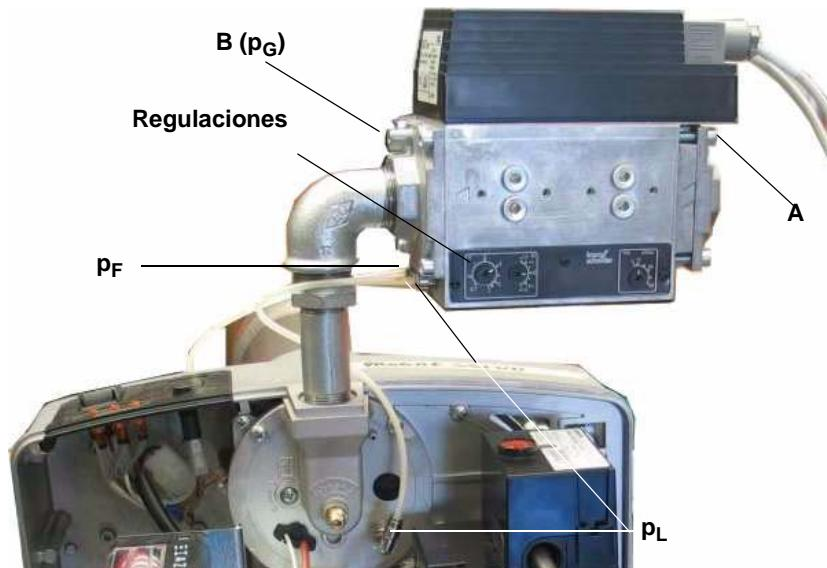
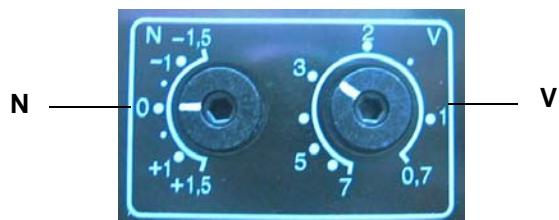

Fig. 19
Fig. 20
Relación de multiplicación **V** (ver figura Fig. 19 - Fig. 20):
- 1 Arrancar el quemador a baja llama: si el quemador no entra en servicio, girar en **N** un poco en sentido + y repetir el arranque (vedi Fig. 20). Medir la presión de gas **p_G** en **B** (Fig. 19).
- 2 Medir la presión de aire **p_L** (Fig. 19) en el quemador y ajustar en **N** la presión de gas (Fig. 20)
- 3 Poner el quemador en llama alta, a ser posible escalonadamente, y ajustar en **V** la presión de gas (Fig. 20) in base alla potenza della caldaia.
- 2 Efectuar un análisis de los gases producto de la combustión y ajustar en **N** (Fig. 20) la presión de gas a los valores de análisis deseados.
- 3 Poner a plena carga el quemador y ajustar en **V** (Fig. 20) la presión de gas al valor de análisis deseado.
- ¡No cerrar el empalme **p_F** posiblemente no utilizado! (Fig. 19)
- 2 Medir la presión de gas en **A** y **B** (Fig. 19).